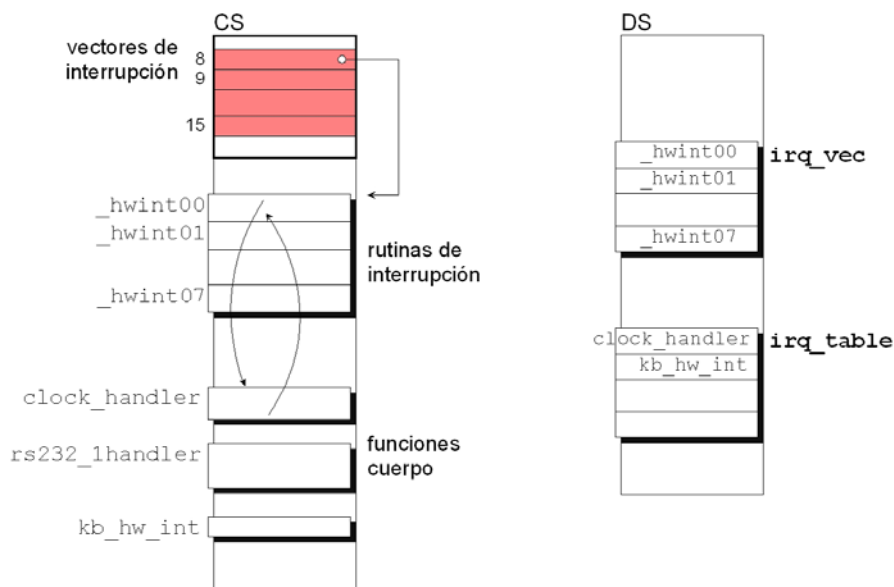

Figura 2. Rutinas de interrupción y funciones cuerpo en MINIX. Sus vectores registro.
Aparte de salvar y restaurar el contexto, el trabajo "útil" de la macro es invocar su "función cuerpo", una función escrita en C cuya dirección de comienzo almacena el vector `irq_table`. El parámetro `irq` se usa en la macro para indexar `irq_table`. La figura 2 ilustra el diseño completo.
Observemos en la figura 2 que la función cuerpo del reloj es `clock_handler`, escrita en `/usr/src/kernel/clock.c` y bien conocida ya para nosotros, y que las funciones cuerpo de los puertos RS-232 son `rs232_1handler` y `rs232_2handler` respectivamente, escritas en el fichero `/usr/src/kernel/rs232.c`.
1. Es TTY quien toma la responsabilidad de escribir los **vectores de interrupción** (8 + 3) y (8 + 4) de los puertos RS-232 y de escribir las entradas 3 y 4 del **registro** de funciones cuerpo, la tabla `irq_table` (ver la figura 2). Ambas cosas las lleva a cabo TTY invocando la rutina `put_irq_handler`, invocada por la rutina `rs_init` (en `/usr/src/kernel/rs232.c`), invocada a su vez por la rutina de inicialización de TTY, `tty_init`.